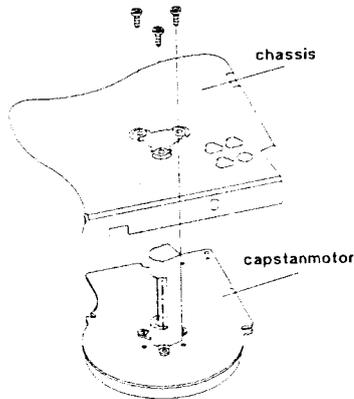

Fig. 7
- Die drei Befestigungsschrauben auf der Oberseite entfernen und den Capstanmotor nach unten aus dem Laufwerk nehmen (Fig. 7).